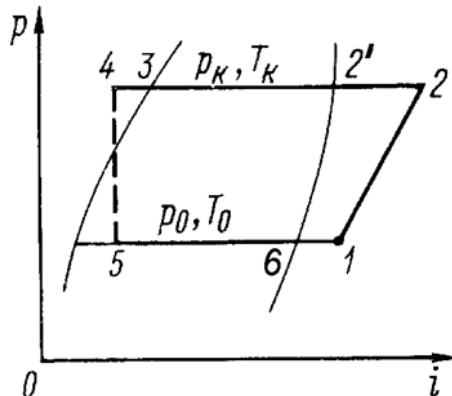

Рис. 1
10. На $i - P$ диаграмме холодильного цикла (Рис. 1) линии 1-2 соответствует процесс: